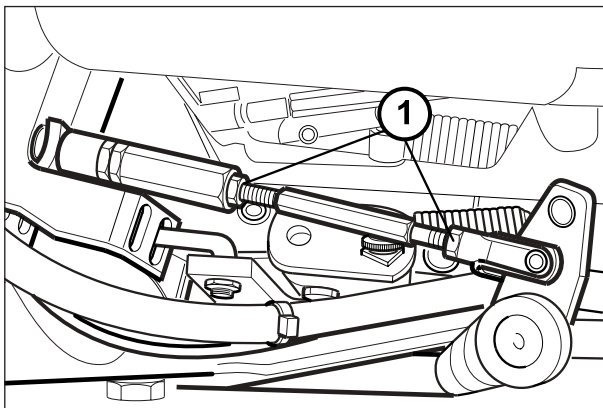

Fig. 102 - Tirante regulación frenos
- operar con la tuerca (1 Fig. 102) hasta que la carrera sea de 25-30 mm.